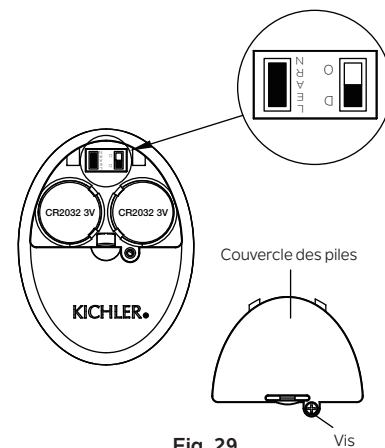

Fig. 29
Sinon, la télécommande ne fonctionnera pas. Pour effectuer ce processus manuellement, suivez les étapes ci-dessous : Après l'installation et le câblage de l'unité, rétablissez l'alimentation de votre ventilateur, appuyez sur la touche LEARN et maintenez-la enfoncée pendant 1 à 3 secondes, le ventilateur se mettra en marche à vitesse moyenne et la lumière (si installée) s'allumera. Cela confirme que le processus d'apprentissage est terminé. Cette opération doit être effectuée dans les 30 secondes suivant la remise sous tension du ventilateur. (Fig. 29)
**REMARQUE :** Assurez-vous que l'interrupteur à glissière dans le compartiment à piles marqué « D O » est en position « D ». (Fig. 29)
**Étape 4.** Remettez le couvercle de la pile et serrez avec un tournevis. (Fig. 29)